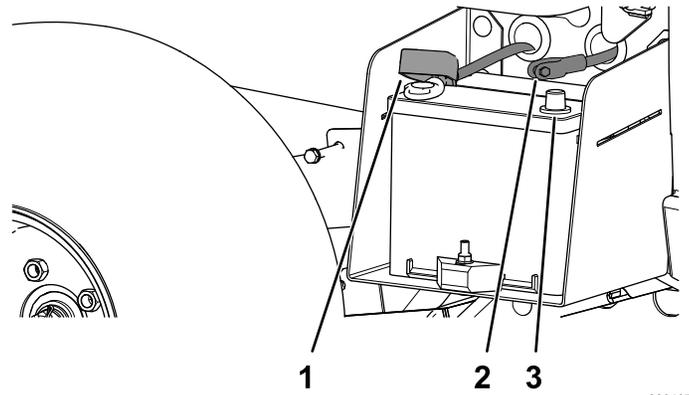

图 5
3. 将正极电池接线红色连接到正极+电池端子并用螺栓和螺母固定接线图 5。